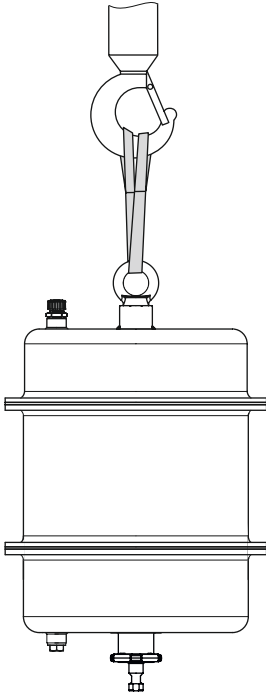

Bild 4-5: Hebebock am Antrieb
- Als Tragmittel einen Haken mit Sicherheitsverschluss verwenden (vgl. Bild 4-5), damit die Anschlagmittel beim Heben und Transportieren nicht vom Haken rutschen können.
2. Hebeschlinge an Hebeöse/Ringschraube bzw. Anschlagwirbel des Antriebs und am Tragmittel (z. B. Haken) des Krans oder Gabelstaplers anschlagen, vgl. Bild 4-5.